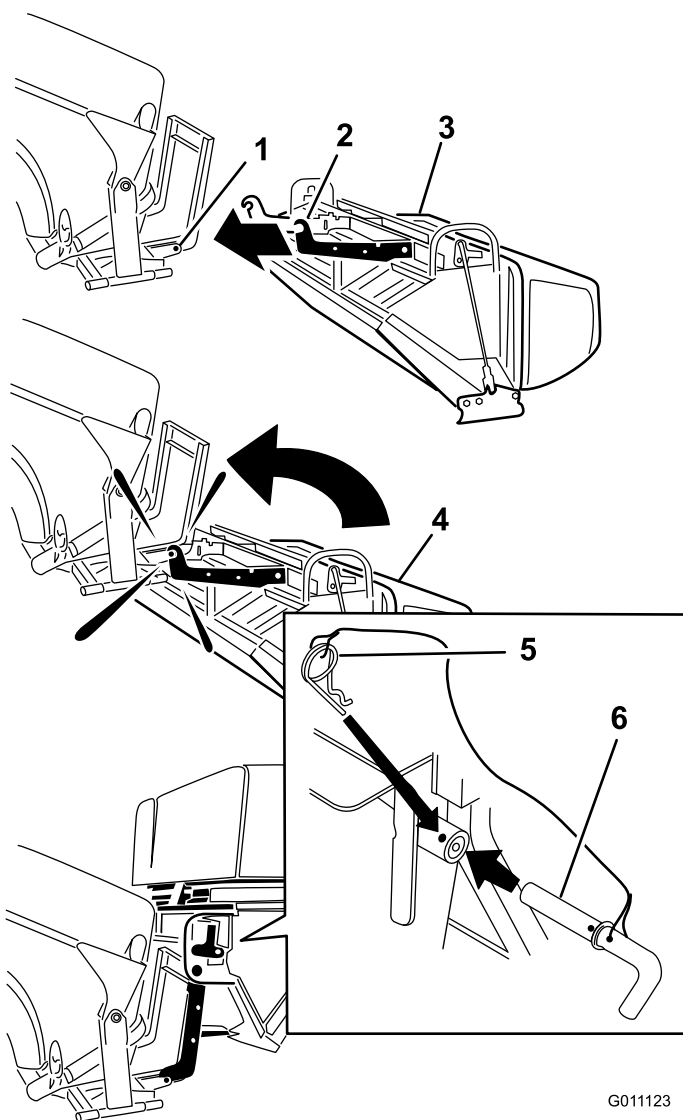

Рисунок 11
1. Положите наполнитель мешка на его заднюю часть (Рисунок 11).
2. Зацепите крюки за нижний монтажный кронштейн (Рисунок 11).
4. Совместите отверстие в наполнителе мешка с верхним монтажным кронштейном (Рисунок 11).
5. Вставьте штифт и закрепите его шплинтом с обеих сторон (Рисунок 11).